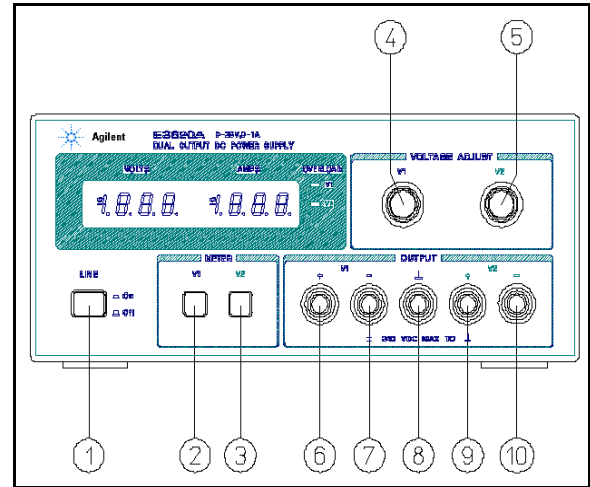

Figure 2. Contrôles et voyants de la face avant
Le bouton-poussoir LINE (1), Figure 2) est enfoncé pour mettre l'alimentation en service et relâché (position sortie) pour mettre l'alimentation hors service.
Les étapes suivantes décrivent l'utilisation des contrôles de la face avant du Modèle E3620A illustrés sur la Figure 2 et servent à contrôler brièvement si l'alimentation est opérationnelle. Suivez cette procédure de contrôle ou le test de performance plus détaillé de la section Informations de Maintenance à la réception et avant la connexion à un quelconque équipement de charge. Exécutez le test de performance plus détaillé débutant la section Informations de Maintenance si vous rencontrez des difficultés.